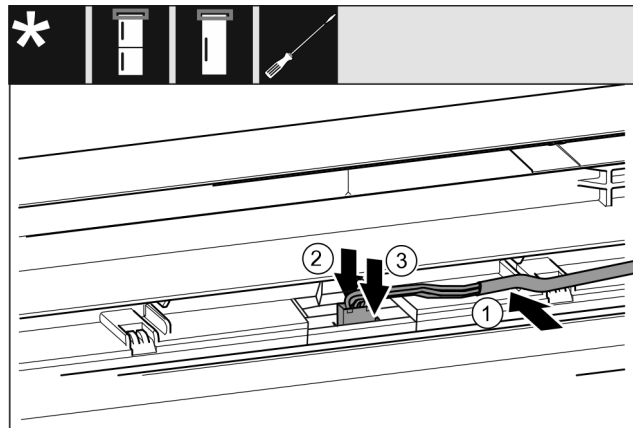

Fig. 32 Kombinimet ftohës-ngjirës / Frigoriferët ngjirës / Frigoriferët ftohës
- ▶ Shtroni me kujdes kabllon Fig. 32 (1) në udhëzuesin te dera lart.
- ▶ Shtypni nga prapa majën e kapjes Fig. 32 (2).
- ▶ Mbërtheni në vend spinën Fig. 32 (3).